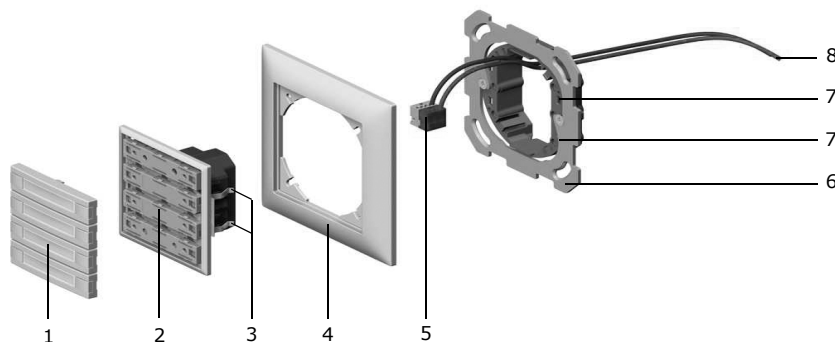

Fig. 1 Einbau | Montage | Montaggio
1. Mantel der Busleitung (8, Fig. 1) ca. 25 - 35 mm abisolieren, ebenso die Busleiter ca. 5 mm abisolieren.
2. Busleiter an die EIB-Klemme (5) anschliessen (rot an "+" und schwarz an "-").
3. Montageaufnahme mit Haltering (6) in den Einlasskasten oder auf die Anschlussdose an der Wand montieren.
4. Busleitung (8) mit der EIB-Klemme (5) durch den Abdeckrahmen (4) führen und mit der Bedienoberfläche (2) verbinden.
5. Bedienoberfläche (2) mit Bedientasten (1) und Abdeckrahmen (4) so auf die Montageaufnahme (6) aufsetzen, dass die Haltefedern (3) der Bedienoberfläche in die Schlitz (7) des Halterings zu liegen kommen.
6. Bedienoberfläche (2) an die Montageaufnahme (6) andrücken, bis die Haltefedern (3) einrasten.
1. Dénuder la gaine de la ligne de bus (8, Fig. 1) sur 25 à 35 mm, dénuder également les conducteurs de bus sur environ 5 mm.
2. Connecter les conducteurs de bus à la borne EIB (5) (rouge sur "+" et noir sur "-").
3. Monter le support de montage avec bague de fixation (6) dans la boîte d'encastrement ou sur la boîte de raccordement au mur.
4. Faire passer la ligne de bus (8) avec la borne EIB (5) à travers le cadre (4) et la connecter à l'interface utilisateur (2).
5. Monter l'interface utilisateur (2) avec les touches de commande (1) et le cadre (4) sur le support de montage (6) de façon que les ressorts coudés (3) de l'interface utilisateur se placent dans les encoches (7) de la bague de fixation.
6. Presser l'interface utilisateur (2) contre le support de montage (6) jusqu'à ce que les ressorts coudés (3) s'enclenchent.
1. Spelare il cavo bus (8, Fig. 1) per circa 25 - 35 mm, ed anche il conduttore del bus per circa 5 mm.
2. Collegare il conduttore bus al morsetto EIB (5) (rosso con "+" e nero con "-").
3. Montare l'alloggiamento di montaggio (6) con l'anello di ritegno nella scatola incassata o sulla presa a muro.
4. Introdurre il cavo del bus (8) con il morsetto EIB (5) attraverso il telaio di copertura (4) e collegarlo con la tastiera (2).
5. Applicare la tastiera (2) con i tasti di comando (1) e il telaio di copertura (4) sull'alloggiamento di comando (6) in modo che le linguette (3) della tastiera si innestino negli interstizi (7) dell'anello di ritegno.
6. Premere la tastiera (2) sull'alloggiamento (6) fino a far innestare in sede le linguette (3).